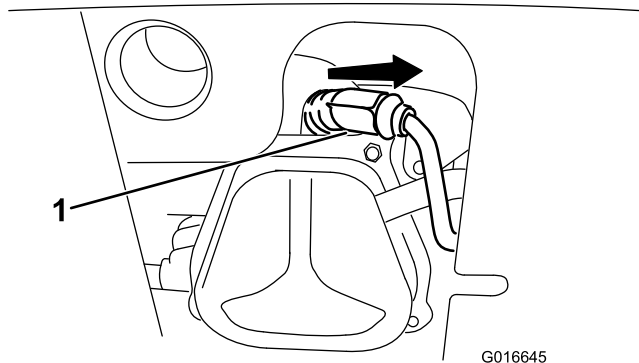

Bild 32
1. Entfernen Sie die Kappe (Bild 32).